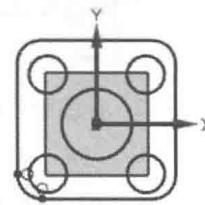

图 1.4.7 绘制圆角
Step4. 选择下拉菜单 **插入(S)** → **曲线(C)** → **圆角(F)** 命令，绘制图 1.4.7 所示的四个圆角。